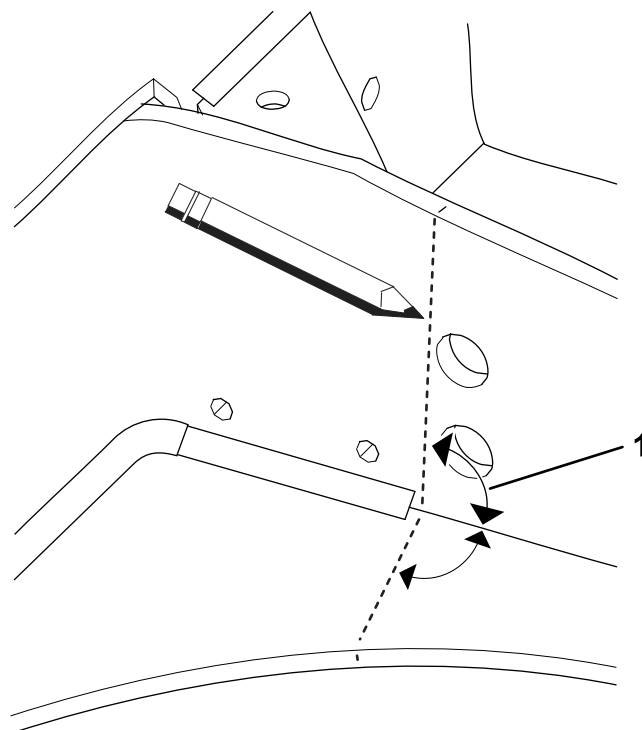

Figure 9
2. Avec une règle et un outil de dessin, tracez une ligne à 90° à partir de la base du support d'essieu dans les deux sens (Figure 9). Répétez la procédure de l'autre côté.